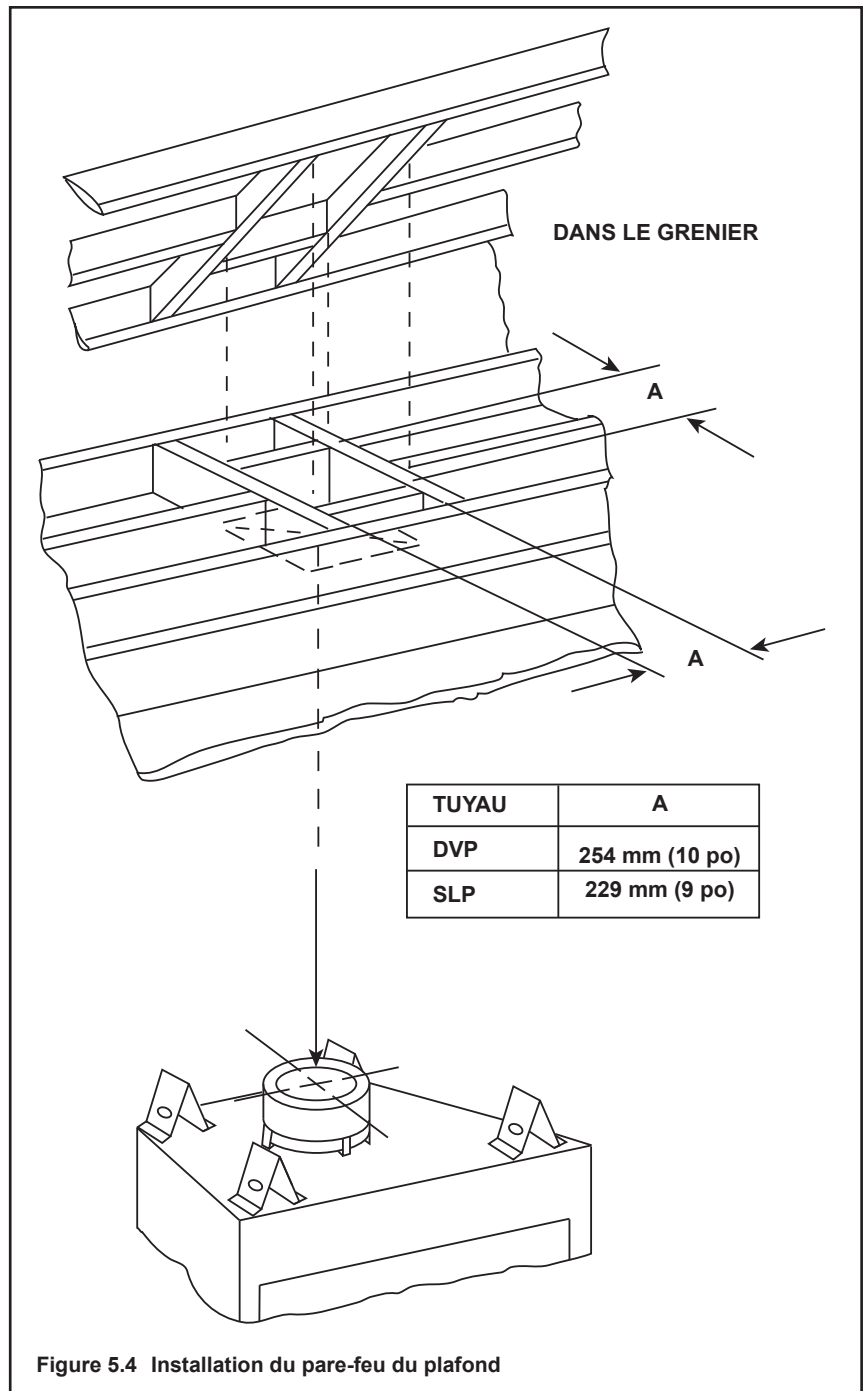

Figure 5.4 Installation du pare-feu du plafond
- **Conduite DVP seulement** – Fabriquez une charpente de 254 x 254 mm (10 x 10 po) chaque fois que le conduit d'évacuation des gaz traverse un plafond/plancher (voir la figure 5.4).
- **Conduit SLP seulement** – Fabriquez une charpente de 229 x 229 mm (9 x 9 po) lorsque le conduit d'évacuation traverse un plancher/plafond (voir la figure 5.4).